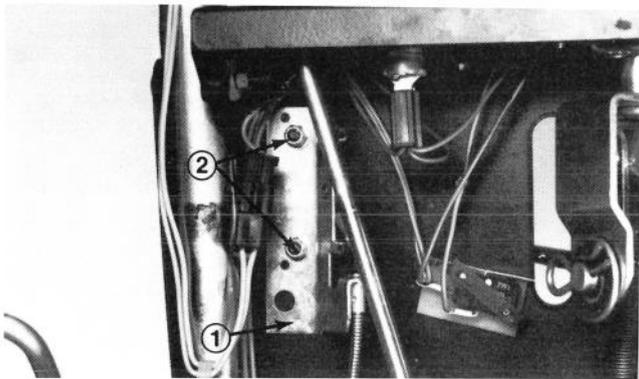

Abb. 5
1. Die Drossel von hinten durch den Schlitz in der Bedienungskonsole schieben und die Drosselplatte mit zwei Sechskantschrauben und Sicherungsmuttern befestigen (Abb. 5). Den roten Knopf auf die Drossel schrauben.